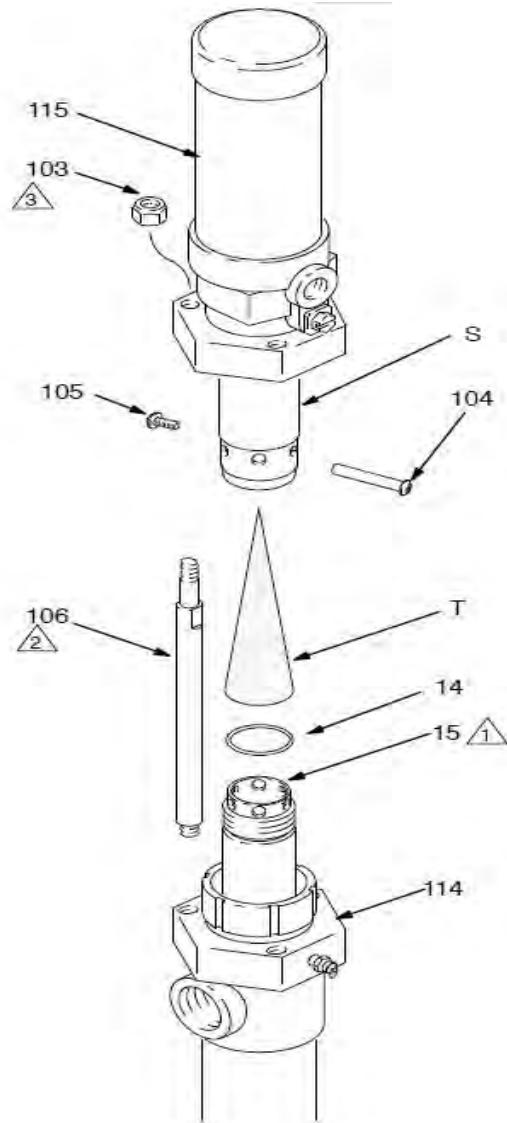

图 6
3. 参见图 6。拧开拉杆防松螺母 (103)。
4. 拧松并卸下螺杆 (105) 和枪筒 (104)。
5. 将空气电动机 (115) 抬离活塞泵 (114)。从空气电动机连杆 (S) 上拧下活塞杆 (15)。
1. 重新连接空气电动机时，在活塞杆 (15) 的螺纹上涂抹锂基润滑脂。确保 O 形圈 (14) 正确置于连杆上。
2. 将消声器 (T) 插入空气电动机连杆 (S)，如图 6。
3. 用手将活塞杆 (15) 拧紧到空气电动机连杆中，然后安装枪筒和螺杆组 (104 和 105)。
4. 在拉杆 (106) 的螺纹上涂抹螺纹密封剂。为确保正确对齐，首先将拉杆锁紧螺母 (106) 松松地拧到拉杆上，然后均匀地拧紧至 15 N·m (8 ft-lb)。